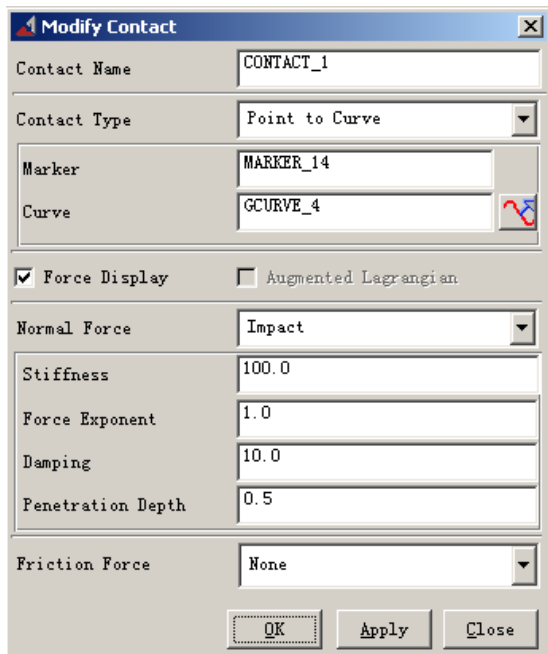
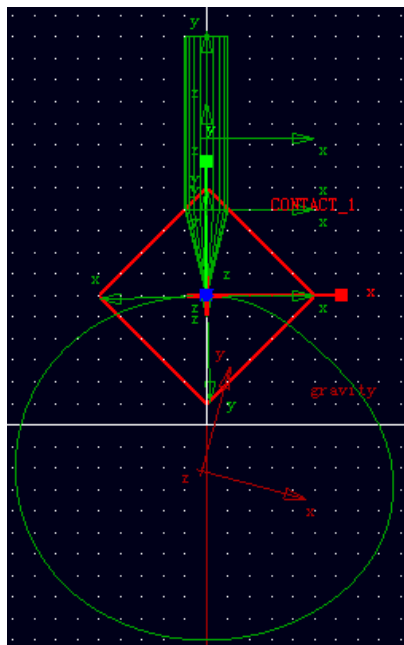

图 6-3 定义接触类型的对话框
图 6-4 创建出来的接触
6.2 选择 ADAMS/View 力库中的接触(Contact)按钮, 在弹出的 Create Contact 对话框中, Contact Type 项选择 Point to Curve; Marker 项选择 MARKER\_14 (就是步骤 6.1 中所创建的 Marker 点); Curve 项选择 GCURVE\_4; 其他项修改如如图 6-3 所示。然后点击“OK”确认。图 6-4 中显亮的标志表示尖顶从动件和凸轮之间的接触是点与线的接触。